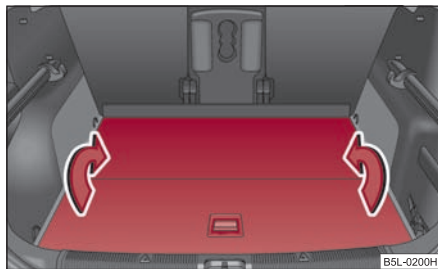

Fig. 105 Portbagajul: plierea podelei variabile
- Prin mișcarea în sensul săgeții, pliați podeaua ⇒ fig. 105.